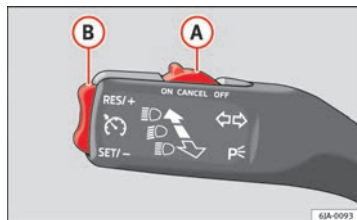

Fig. 109 Leva degli indicatori di direzione e degli abbaglianti: tasti del regolatore della velocità
- Portare l'interruttore **(A)** ⇒ fig. 109 nella posizione **ON**.
- Premere l'interruttore a bilanciere **(B)** ⇒ fig. 109 ⇒ pagina 157 in posizione **RES**.
- La velocità programmata può essere **ridotta**, premendo il tasto **(B)** ⇒ fig. 109 ⇒ pagina 157 in posizione **SET**.
Il regolatore di velocità **viene disattivato temporaneamente**, premendo il tasto **(A)** ⇒ fig. 109 ⇒ pagina 157 in posizione **CANCEL** oppure premendo il pedale del freno o della frizione.
- Portare l'interruttore **(A)** ⇒ fig. 109 ⇒ pagina 157 in posizione **OFF**.